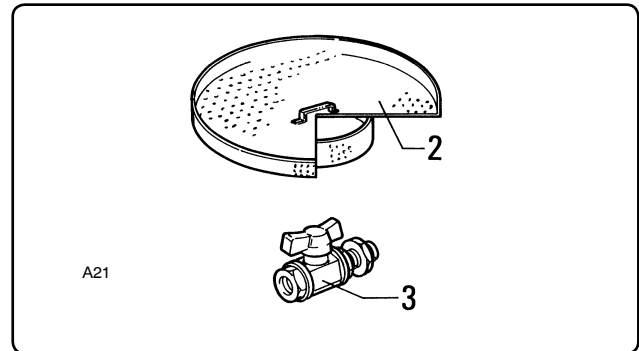

Fig. 6.10.2
6.10.2 -Retention plate (fig. 6.10.2)